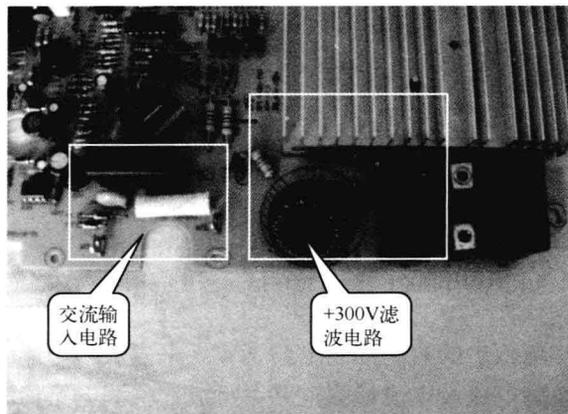

图 1-11 主电源供电电路实物图
(1) 主电源供电电路：主电源供电电路直接对 200V AC 电压进行整流和滤波，产生约 300V DC 的电压，为炉盘线圈和功率管供电。因为炉盘线圈的功率较大，并且炉盘线圈与高频谐振电容只有在功率管的控制下才能产生高频交变磁场，所以需要约 300V DC 的电压供电。图 1-11 所示的是主电源供电电路实物图。